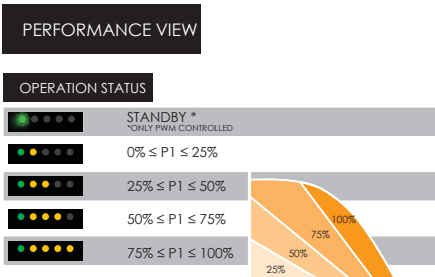

Fig. 35 Driftsområde i henhold til ydelsesbelastning
- Signallampe 1 er grøn når cirkulationspumpen kører. De fire gule signallamper viser det aktuelle effektforbrug (P1) som vist i tabel-len nedenfor. Se fig. 35.